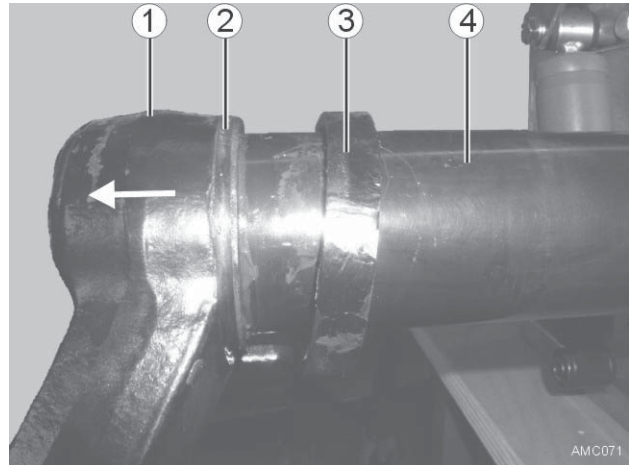

Bild 34
16. Schwinghebel (Bild 34 - 1) aus Achsrohr (Bild 34 - 4) herausziehen.
17. Manschette (Bild 34 - 3) mit einem Schraubendreher aus der Nut (Bild 34 - 2) des Schwinghebels herausheben.
18. Manschette (Bild 34 - 3 prüfen, ggf. wechseln.